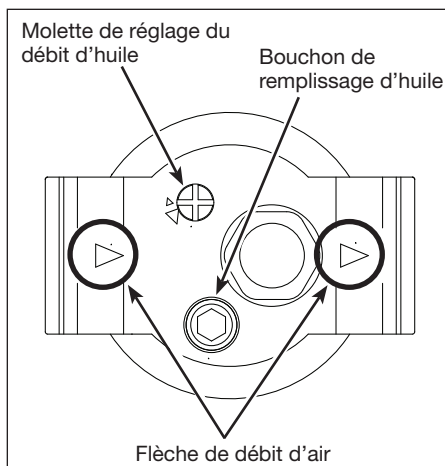

Figure 2 - Détail indiquant l'emplacement de la flèche de direction du débit et du bouchon de remplissage d'huile
1. Trouver la flèche indiquant la direction du débit (Voir Figure 2, détail). La flèche montre la direction du débit d'air.
3. Le débit d'huile est contrôlé par la vis étroite de réglage cylindrique (voir la Figure 2). Tourner dans le sens anti-horaire pour augmenter le débit d'huile ou dans le sens horaire pour le diminuer. Le débit d'admission d'huile s'ajuste automatiquement en fonction des variations du débit d'air.
4. Le graisseur peut être rempli pendant que le système soit pressurisé. Enlever le bouchon de soulagement lentement afin de soulager la pression d'air. (Voir la figure 2.) Une fois le bouchon de remplissage d'huile retiré, verser de l'huile dans le lubrificateur puis remettre le bouchon en place. Remettre le bouchon de remplissage d'huile en place avant de faire fonctionner à nouveau l'appareil. Il est également possible de retirer le récipient après avoir enlevé le bouchon de remplissage d'huile. Si vous retirez le récipient pour remplacer l'huile, vous assurer de le remettre au même endroit et de serrer le joint du bol avant de remettre en place le bouchon de remplissage d'huile.